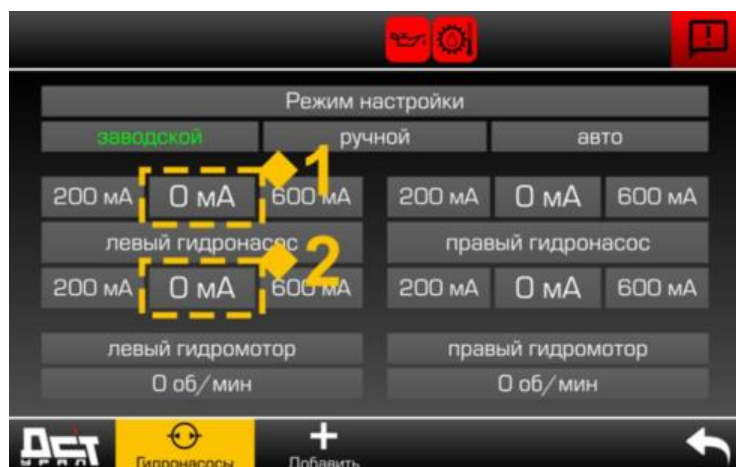

Рисунок 5.132. Текущие значения токов
- ▶ Открыть страницу «Гидронасосы» на дисплейном модуле, см. рис. 5.132 и 5.133.